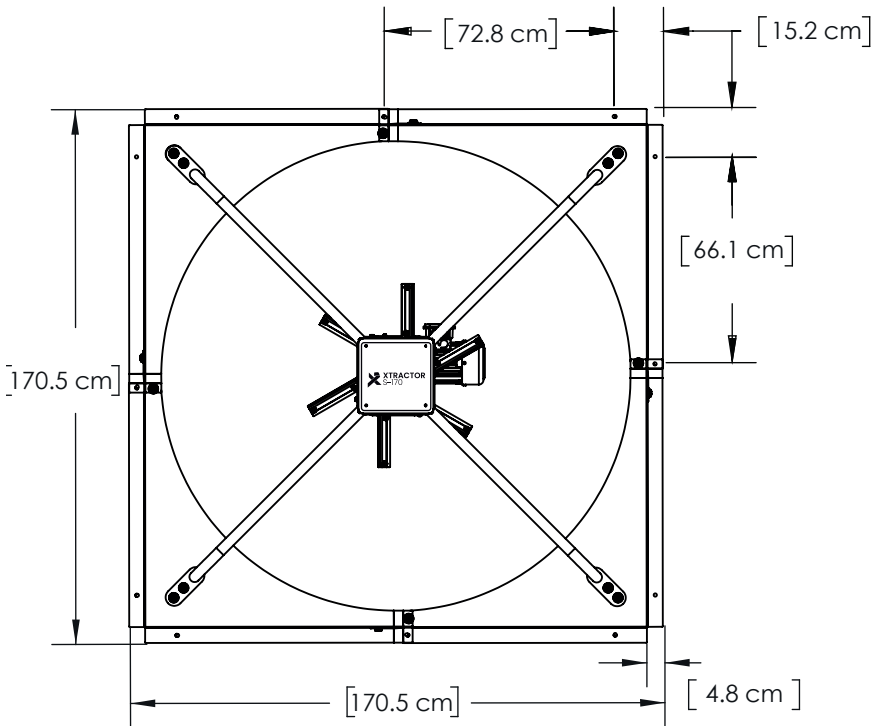

Fig. 6.1
6.2 La distancia entre los barrenos superiores e inferiores se muestra en la Fig. 6.1